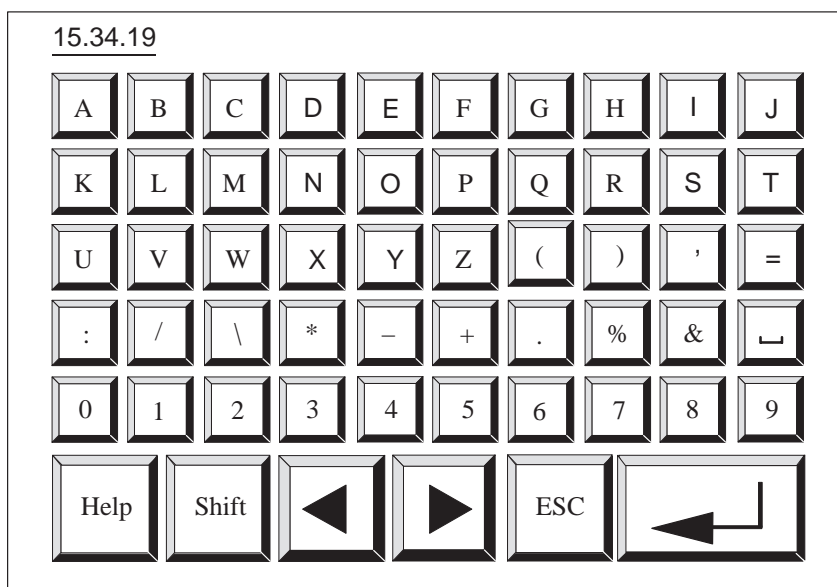

Figure 3-3 Saisie de valeurs alphanumériques au niveau normal, indépendant de la langue
Dans les champs configurés pour la saisie d'une valeur numérique, entrez la valeur chiffre par chiffre au moyen du pavé alphanumérique. La figure 3-3 en représente le niveau normal, qui est indépendant de la langue. Le niveau Shift du pavé alphanumérique diffère selon la langue.
- Le niveau normal (voir la figure 3-3), qui est le même dans toutes les langues.